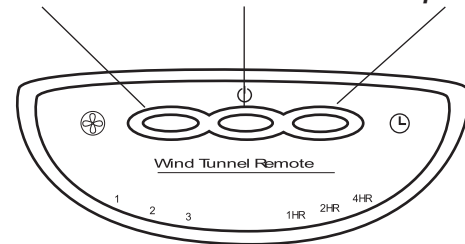
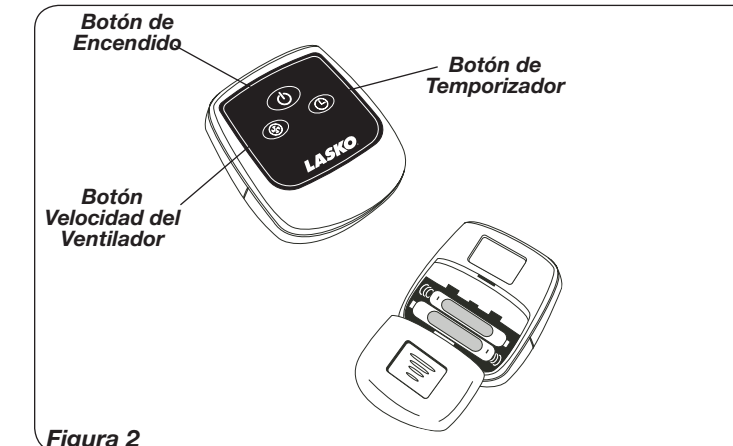

Figura 1
Figura 2
Este Ventilador podrá hacerse funcionar mediante los controles manuales ubicados en la parte superior de la unidad (como se indica en la Figura 1) o con el Control Remoto (como se indica en la Figura 2).
7. **VELOCIDAD DEL VENTILADOR:** Ahora puede ajustar la velocidad del ventilador al nivel deseado - 3 (alta), 2 (mediana) ó 1 (baja) - pulsando el **Botón Velocidad del Ventilador** (⏸) en el Ventilador. (Figura 1)
### CONTROL REMOTO (Figura 2)
1. Instale la baterías (no suministró) como mostrado en la Figura 2. La batería es el tipo "AAA".